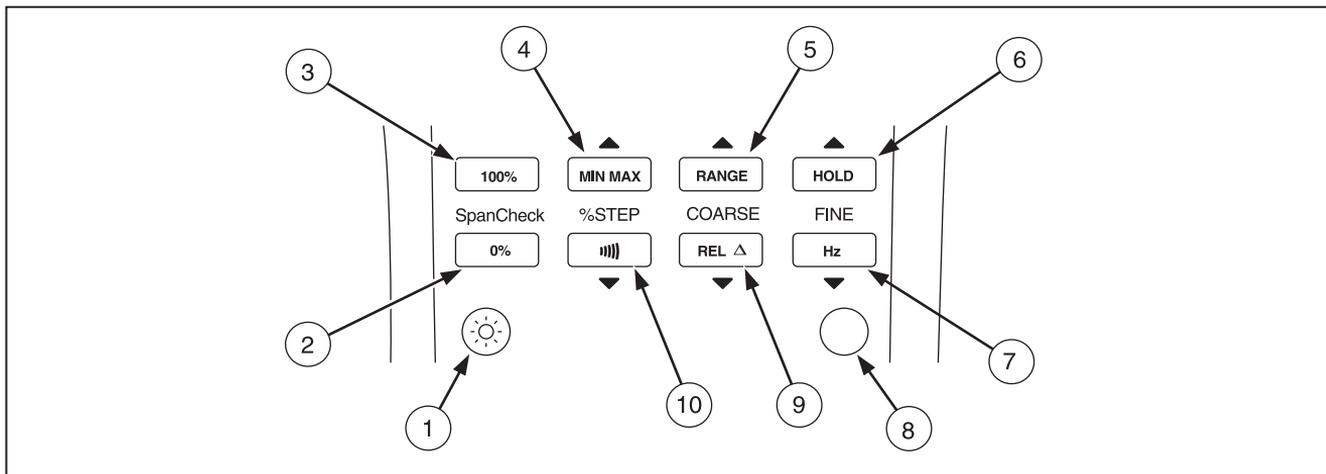

Figura 5. Botones pulsadores
- La figura 5 y la tabla 6 describen las funciones de los botones pulsadores.